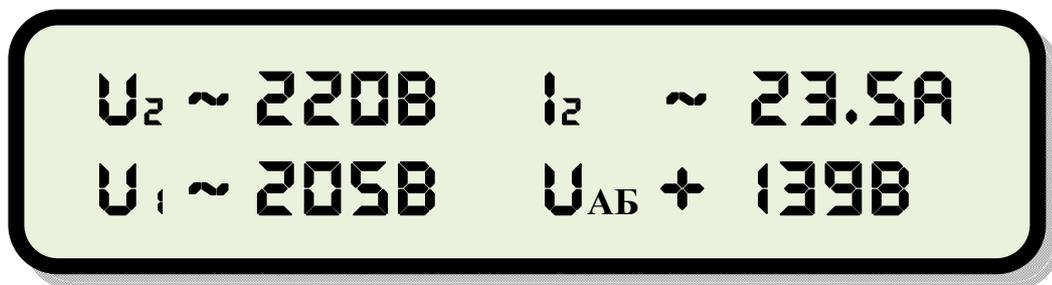
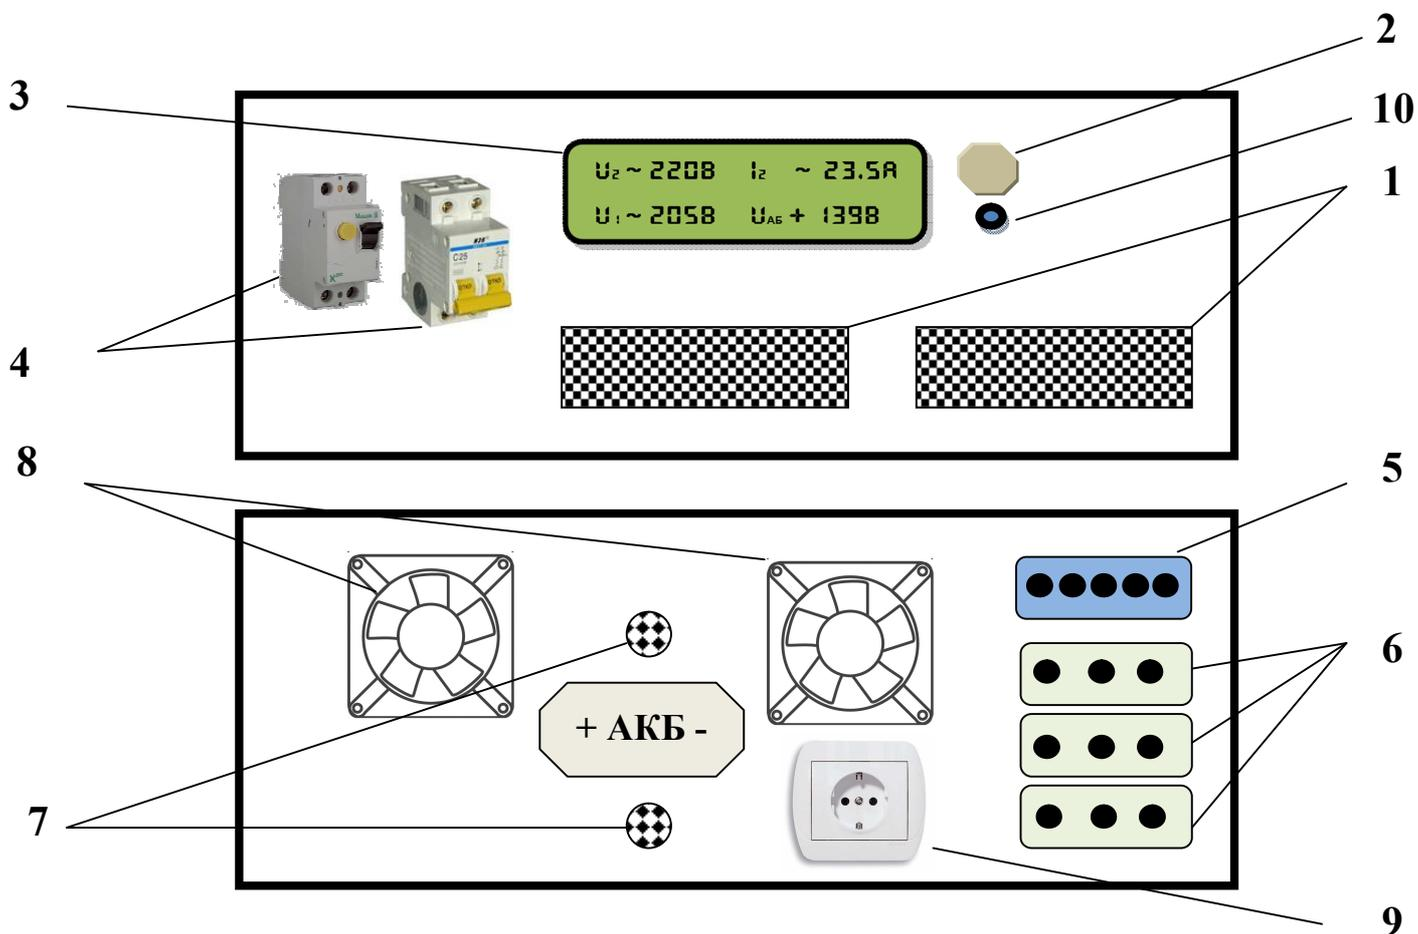

Рис.1. Индикатор на передней панели ИБП, где:
Рис.2. Передняя и задняя панель ИБП, где:
- 7.3. На передней панели прибора (см. рис.2) расположена кнопка управления работой ИБП, индикатор готовности, входной и выходной автоматы, воздухозаборные отверстия, а также большой жидкокристаллический дисплей (см.рис.1).
7.1. На задней панели прибора (см. рис. 2) расположены:
- 13.2. Для подключения проверочной нагрузки используйте розетку на задней панели ИБП (см. рис. 2). В качестве проверочной нагрузки используйте любую активную нагрузку мощностью до 2 кВа (1,2 кВт), к примеру, лампы накаливания. К клеммным колодкам (см. рис. 2), отвечающим за подключения нагрузки, ничего не подключайте. Все автоматы должны находиться в положении ВЫКЛ.
- 13.7. Нажмите кнопку запуска ИБП на передней панели (см. рис. 2).